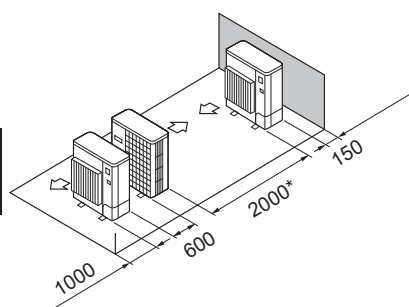

Fig. 2-17
- ⑤ Розміщення блоків на одній паралелі (Fig. 2-17)